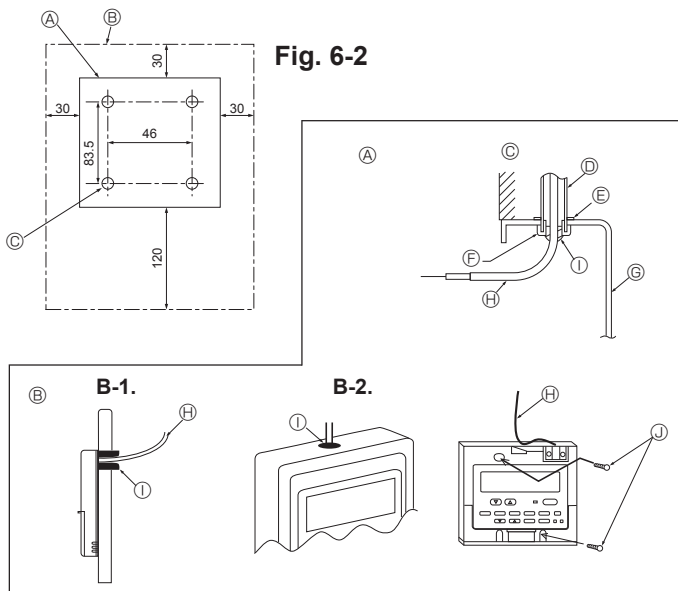

Fig. 6-3
- (A) รูปด้านข้างของรีโมทคอนโทรล
- (B) พื้นที่วางรอรรีโมทคอนโทรลที่ต้องการ
- (C) ช่องห่างในการติดตั้ง
(2) ปิดช่องสอดสายรีโมทคอนโทรลด้วยปูนฉาบ เพื่อป้องกันหยดน้ำค้าง น้ำ แผลงสาบหรือหนอน (Fig. 6-3)
[Fig.6-3]